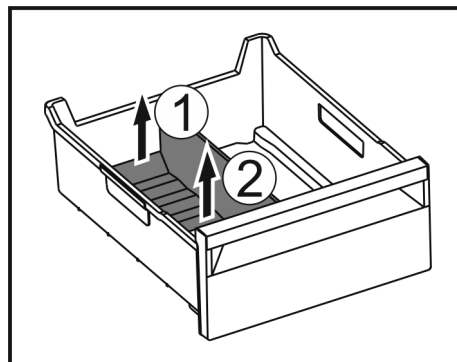

Fig. 116
- ▶ Повдигнете задната част на разделителя на отделението за лед. Fig. 116 (1)
- ▶ Извадете разделителя на отделението за лед нагоре. Fig. 116 (2)